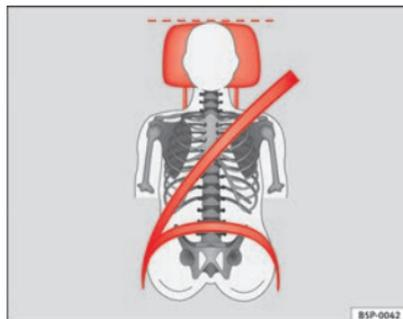

Fig. 12 Banda del cinturón y apoyacabezas ajustados correctamente, vistos de frente
- La banda del hombro debe pasar aproximadamente por el centro del mismo, pero nunca sobre el cuello. El cinturón de seguridad debe quedar plano y bien ceñido a la parte superior del cuerpo → fig. 12.